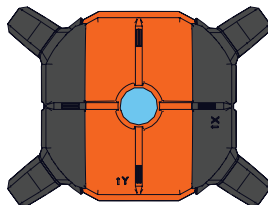

Figure 27
1. Noter les directions X et Y comme indiqué sur le dessus du laser. (Figure 27)